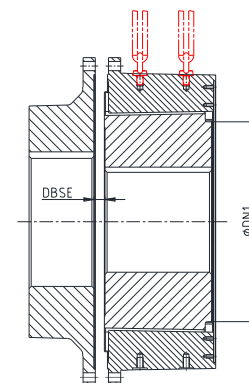

Bild 9
Bei der Montage der Nabe (Bauteil 2) ist darauf zu achten, dass die Nabenseite mit dem Absatz (DN1-Maß) zuerst aufgeschoben wird (siehe Bild 9).
- Verschieben Sie die Aggregate in axiale Richtung, bis das DBSE-Maß erreicht ist (siehe Bild 9).